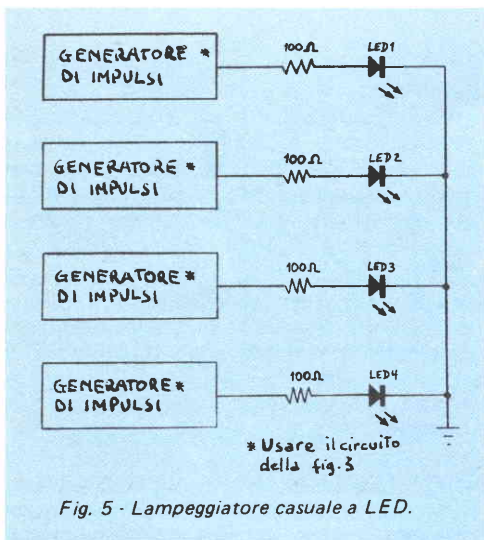

Fig. 5 - Lampeggiatore casuale a LED.
3) - *Lampeggiatore "casuale" a LED* - I particolari delle modifiche da apportare al circuito base per ottenere questo tipo di funzionamento sono illustrati nella fig. 5. Per